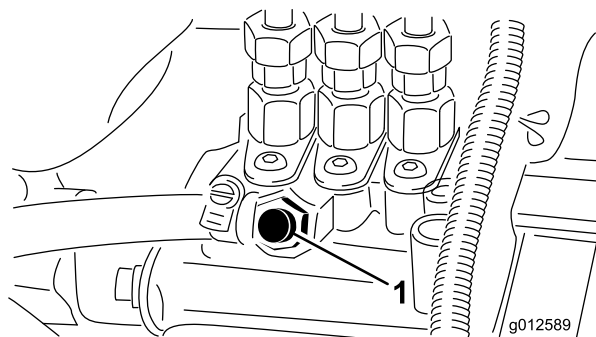

Рисунок 31
- Выверните винт стравливания воздуха на насосе для впрыска топлива (Рисунок 31).